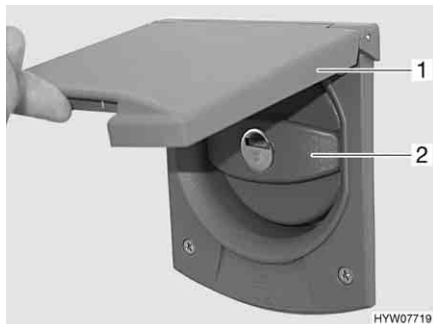

Fig. 127 Coperchio per bocchettone di riempimento dell'acqua potabile
- Alzare in alto lo sportello esterno (Fig. 127,1) (vedi capitolo 6).
- Rimuovere il coperchio (Fig. 127,2) (vedi capitolo 6).